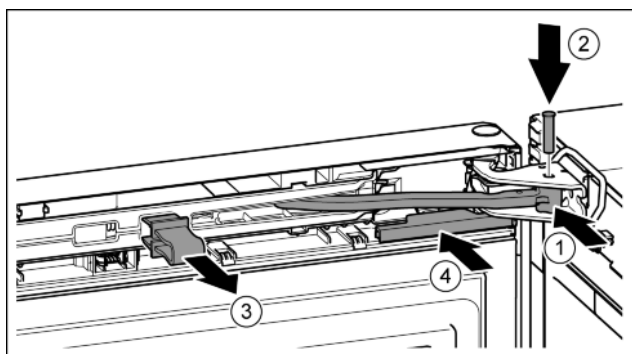

Fig. 24
- ▶ Scharnier in lagerbus draaien. Fig. 24 (1)
- ▶ Bout in de lagerbus en het scharnier aanbrengen. Opletten dat hierbij de vergrendelnok correct in de groef zit. Fig. 24 (2)
- ▶ Borging verwijderen. Fig. 24 (3)
- ▶ Afdekking erop schuiven. Fig. 24 (4)